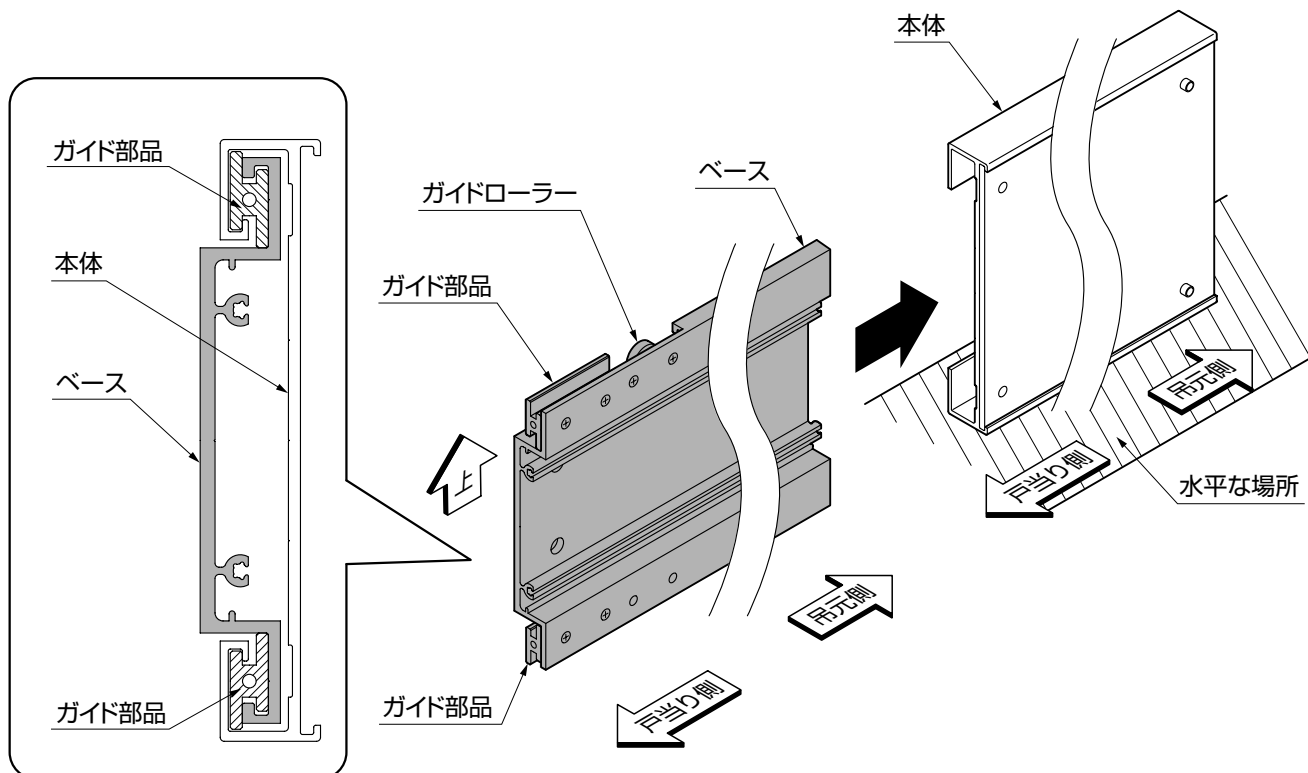

図5-1
- ①本体を水平な場所に動かないように立てかけてください。(図5-1参照)
- ②本体の戸当り側からベースの吊元側を入れ、ガイド部品の形状に合わせて、それぞれ通し入れてください。(図5-1参照)